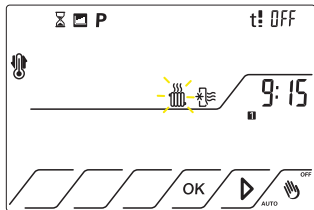

Fig.13
4.1.3 Premere il tasto  fino a posizionarsi sull' icona  che comincerà a lampeggiare. Compare la scritta OFF. Fig.13 (Se il Cronotermostato stava impostato su Raffrescamento ON)